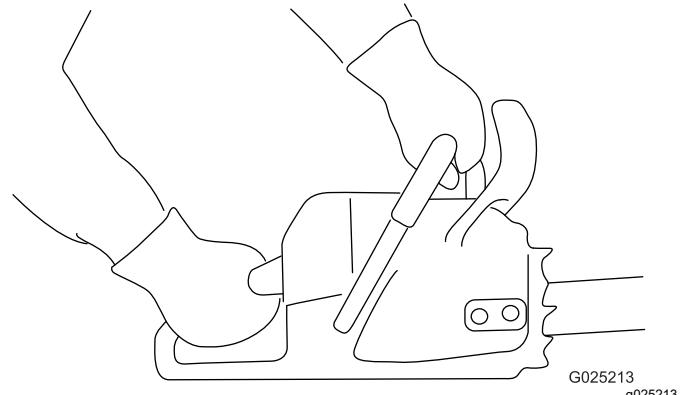

Bild 11
rechte Hand am hinteren Griff sein sollte, wie in **Bild 11** abgebildet.
1. Fassen Sie die Kettensäge so an, wie in Bild 11 abgebildet.
- 3. Fassen Sie die Kettensäge so an, wie in Bild 11 abgebildet.